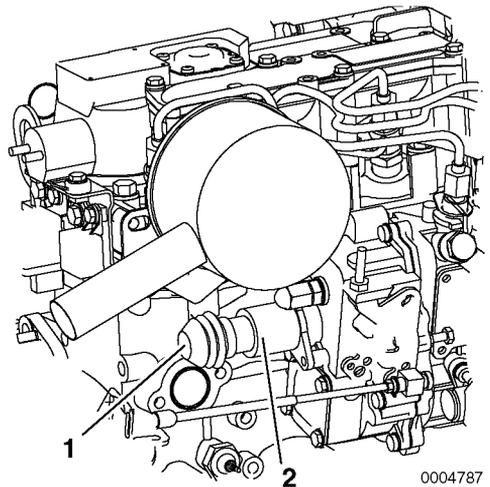

Figura 4
Se non è possibile spegnere il motore con l'interruttore di arresto sul pannello, arrestare il motore premendo il pulsante (**Figura 4, (1)**) sul retro del solenoide d'arresto (**Figura 4, (2)**).